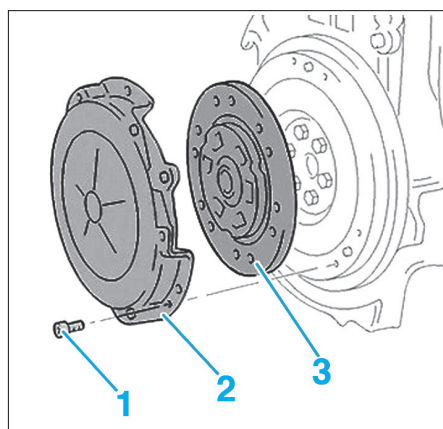

Fig. 2
- les vis (1) (Fig.2),
- le mécanisme d'embrayage (2),
- le disque d'embrayage (3).